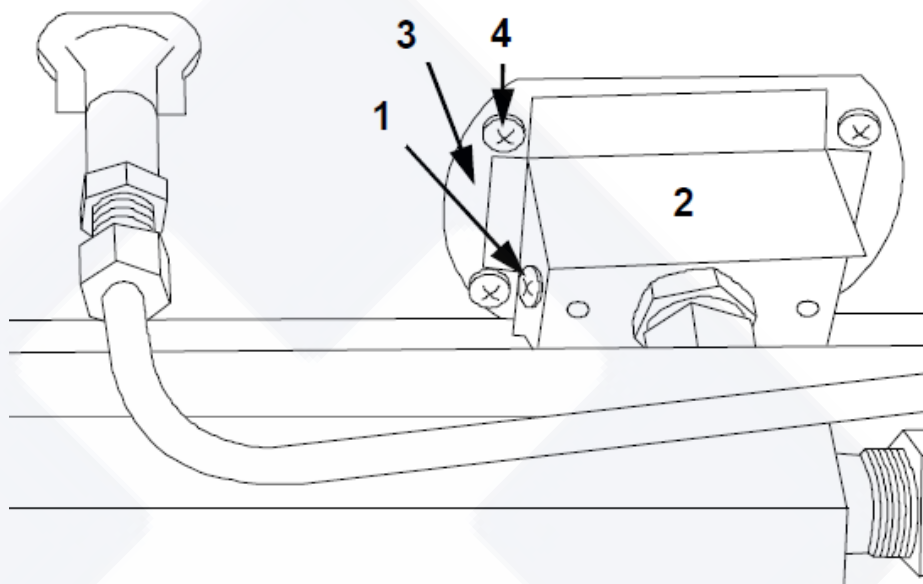

FIG.16 (Sustitución quemador cielo y tierra)
- Quitar el registro aire quemador (FIG.16-Ref.2) destornillando el tornillo (FIG.16-Ref.1) y aflojándolo lateralmente;
- Destornillando los 4 tornillos (FIG.16-Ref.4) aflojar el quemador (FIG.16-Ref.3) y sustituirlo;